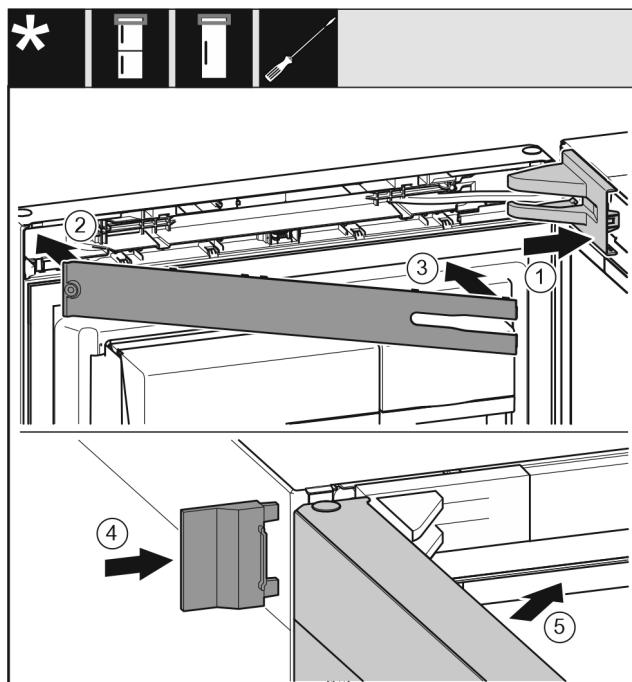

Fig. 27
- ▶ Stavite pokrov podloška ležaja i pustite ga da uskoči, po potrebi ga oprezno razdvojite. Fig. 27 (1)
- ▶ Stavite masku. Fig. 27 (2)
- ▶ Zakrenite masku i pustite da uskoči. Fig. 27 (3)
- ▶ Nataknite vanjski pokrov. Fig. 27 (4)
- ▶ Zatvorite gornja vrata. Fig. 27 (5)